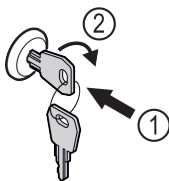

Fig. 131
- ▶ Klíč zasuňte dovnitř Fig. 131 (1).
- ▶ Otáčejte klíčem o 90° ve směru hodinových ručiček Fig. 131 (2).